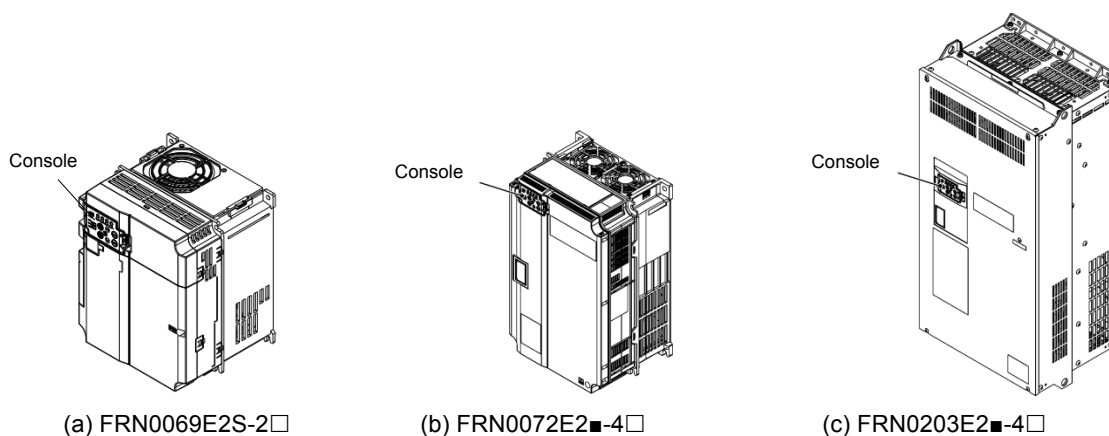

Figure 13.1-1 Fixation de la console sur le corps du variateur
- Fixation sur le corps du variateur (cf. Figure 13.1-1 (a), (b), (c))